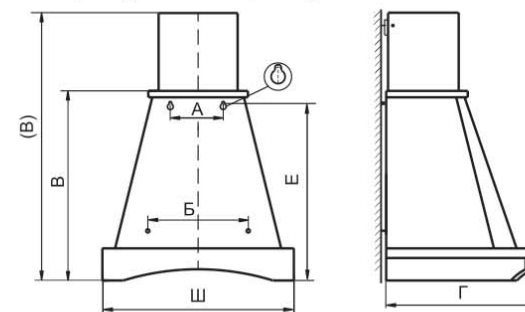

рис. 2
6.2 Установка вытяжного зонта (рис.2):